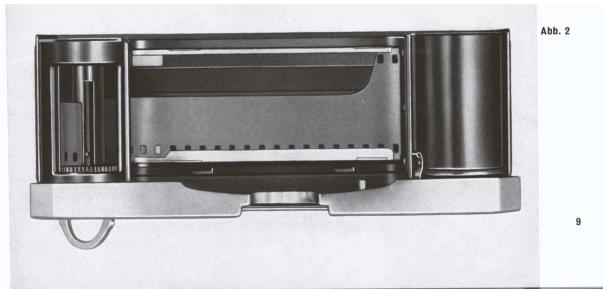

Abb. 2
5. Abdeckschale (4) wieder aufsetzen. Die Feder (9) muß sichtbar in den Stift der Abdeckschale einrasten. Durch die Öffnung im Boden der Abdeckschale ist der Steg der Filmspule zu sehen. Daran kann man erkennen, ob sich ein Film im Magazin befindet.
6. Filmanfang nachziehen, ohne die Andruckplatte (7) nach unten zu drücken und dabei den Film auch an der unteren Filmführungsschiene einführen, Filmanfang in den Schlitz unter der Aufwickelpule (8) einführen und soweit nachschieben, daß er um die Aufwickelpule (8) herumläuft. Beide Filmenden müssen unter den Filmführungen (5, 6) laufen. Zur Erleichterung des Durchlaufs wird die Aufwickelpule am Spulenteller (11) in Laufrichtung des Films gedreht (Abb. 2).
7. Durch Drehen am Spulenteller (11) wird der Schlitz in der Aufwickelpule (8) nach oben gebracht und der Film mit dem 2. oder 3. Perforationsloch in die Nose im